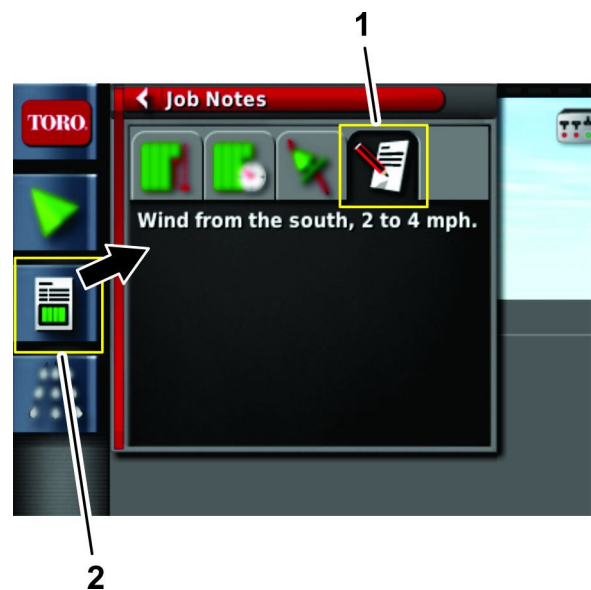

Bild 87
2. Tippen Sie auf das Jobnotizen-Symbol (Bild 87).
1. Öffnen Sie das Symbol für die Jobinformationen (Bild 87).